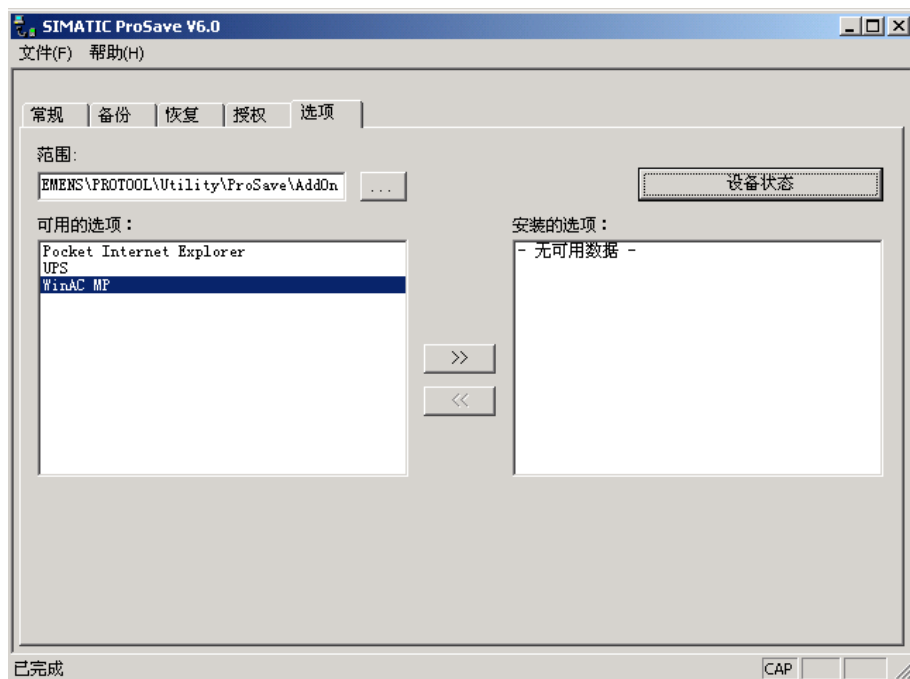

图 6.2 SIMATIC PROSAVE OPTION 设置
- 在左边的可选型中选择 WinAC MP，然后单击>>按钮将 WinAC MP 添加到右边的栏中。这个操作将引起从组态计算机下载 WinAC MP 运行文件到多功能面板。参见图 6.2